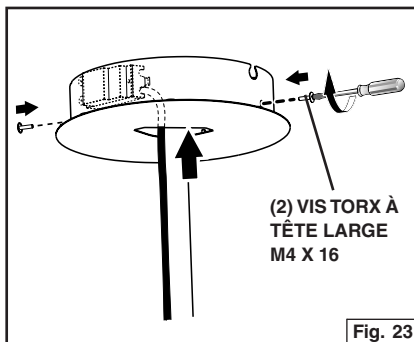

Fig. 23
2. Posez le couvercle du plafonnier et fixez-le avec (2) vis Torx à tête large M4 x 20. Fig. 23. Enlevez la pellicule protectrice.